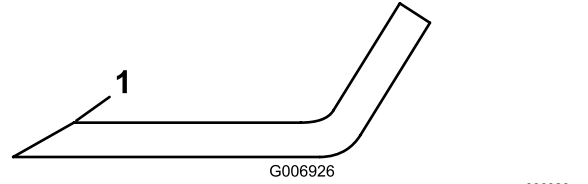

图 76
4. 检查所有刀片的刀刃如果刀刃变钝或出现裂口应打磨刀刃的边缘保持最初的切割角度以保证锋利度图 76。